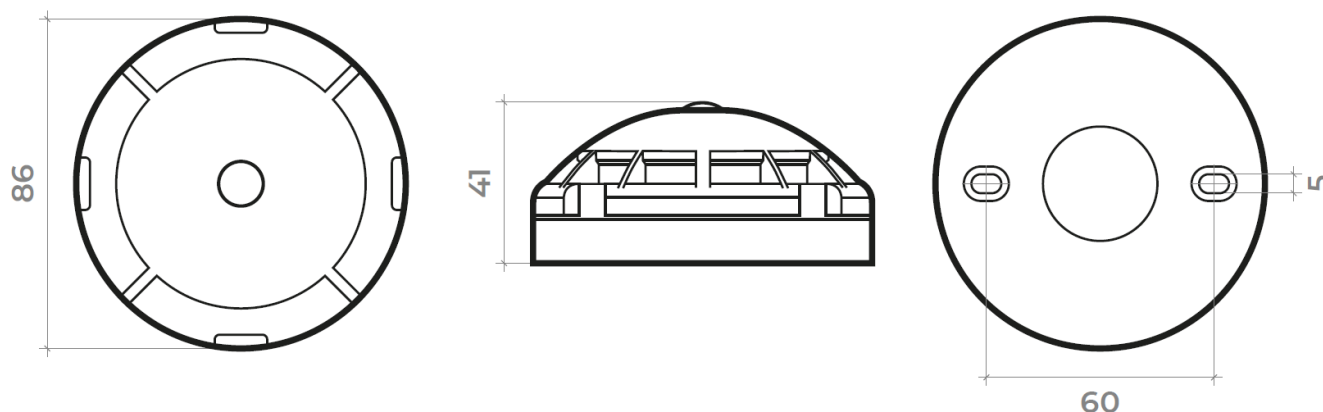
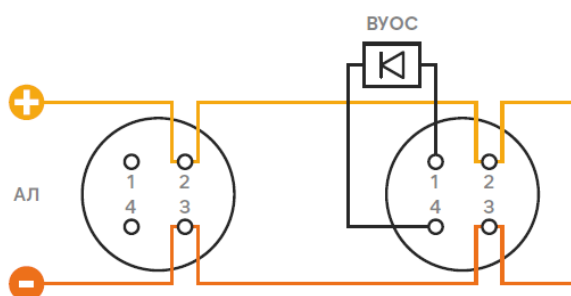

Рис.1. Габаритные и установочные размеры извещателя.
Рис.2. Схема включения извещателя ИП101-50 КУПОЛ в адресную линию АПКП.
2.1.2. Установить базы извещателей согласно проекту. Габаритные и установочные размеры извещателя показаны на рис.1, схемы подключения – на рис.2 и 3.